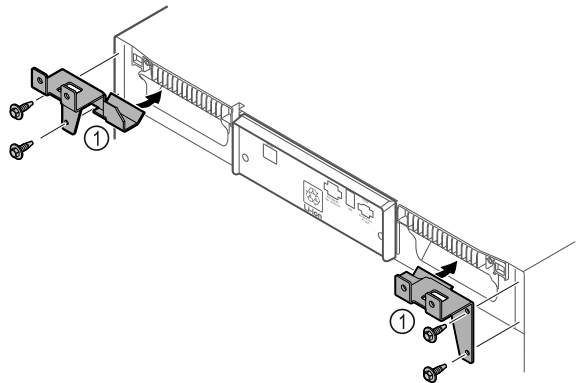

Fig. 11
- ▶ Смонтируйте на устройстве удерживающие элементы Fig. 11 (1), используя самонарезающие винты.